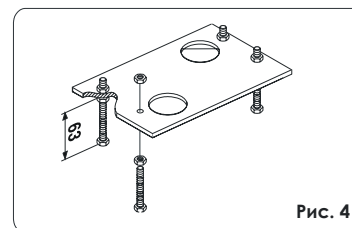

Рис. 4
1. Соберите плиту, как показано на рис. 4.